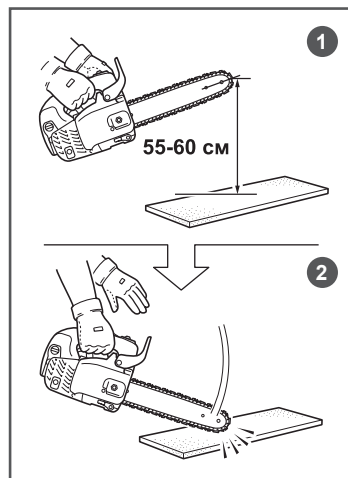

Рис. 9. Проверка инерционного тормоза
1. Возьмитесь за переднюю и заднюю рукоятку бензопилы и держите ее так, чтобы она располагалась на высоте 50-60 см от испытательной поверхности (Рис. 9).